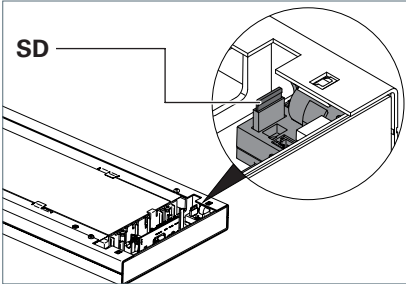

Fig. 6: SD-Karte stecken.
- Stecken Sie die Speicherkarte **SD** in den Steckplatz des TIME-Moduls, siehe Fig. 6.